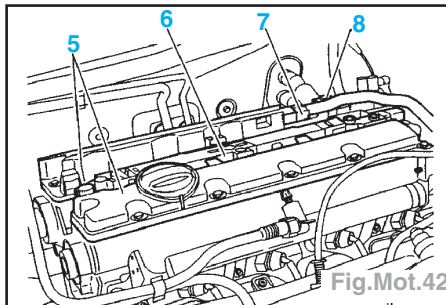
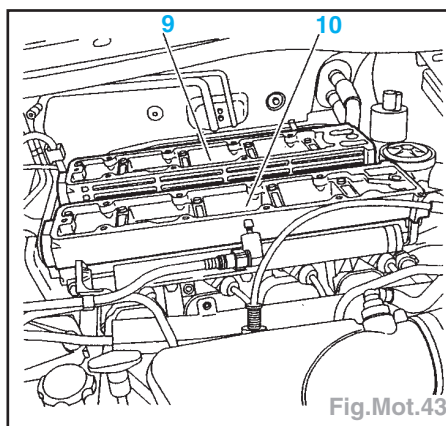

Fig.Mot.42
Fig.Mot.43
- Désaccoupler les durits (7) (Fig.Mot.42)
- le capteur (8)
- le boîtier de bobines (6)
- les couvre-culasses (5)
- (Fig.Mot.43) :